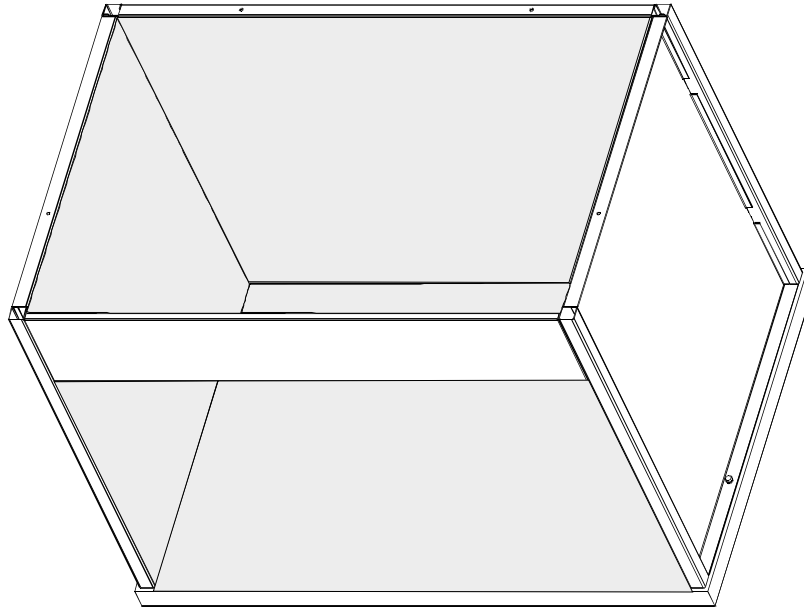

図 6 SpectraLight III 観察ブース
10. これで SpectraLight ブースの組み立てが完了です。（図 6 参照）